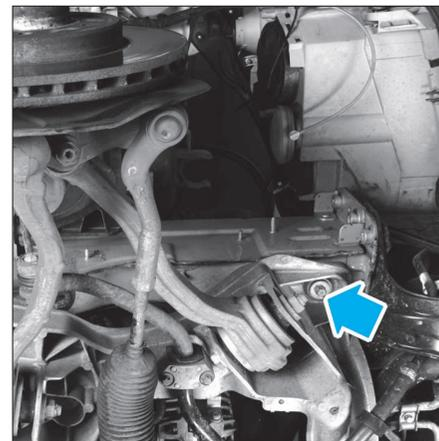

FIG. 40
- Déposer les fixations avant du berceau (Fig.40).